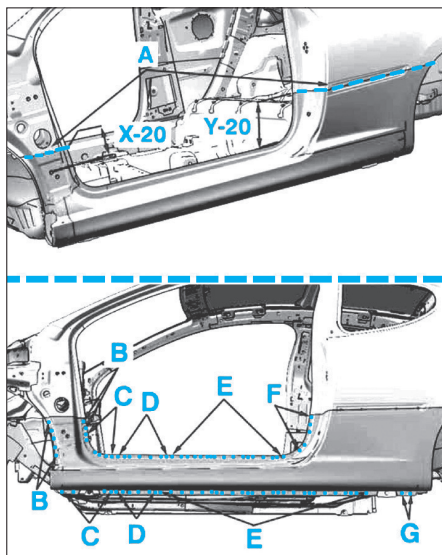

FIG. 27
- Dépointer et couper aux endroits indiqués en A, B, C, D, E, F et G (Fig.27).